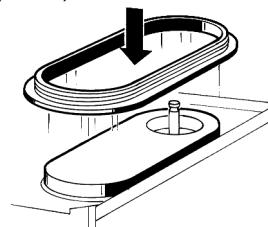

Bild 7
- 4 Behälterdichtung auf den Verdampfer aufsetzen. Achtung! die dicke Seite der Dichtung zeigt dabei nach unten zur Tauwasserschale (Bild 7).